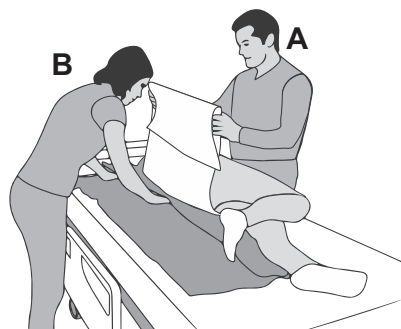

Figure 7
6. (Soignant B) Placez le drap de transfert sous le patient, entre le drap de traction et la surface de transfert. **(Voir Figure 7)** Si vous utilisez un drap de transfert plus court, placez-le sous la partie du corps en cours de positionnement.